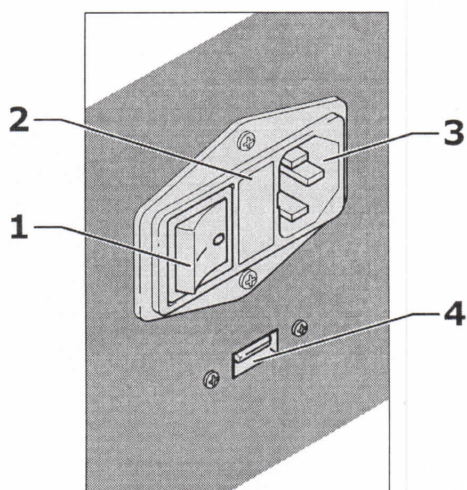

Figura 10
En la parte trasera de la máquina se pueden individualar (Figura 10):
1. Poner el interruptor general, presente en la parte trasera de la máquina, en la posición de desconectado (O) (1 / Figura 10).